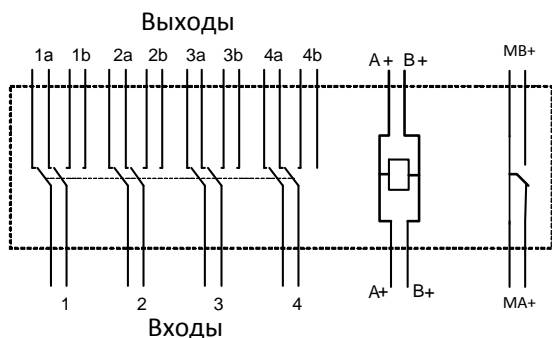
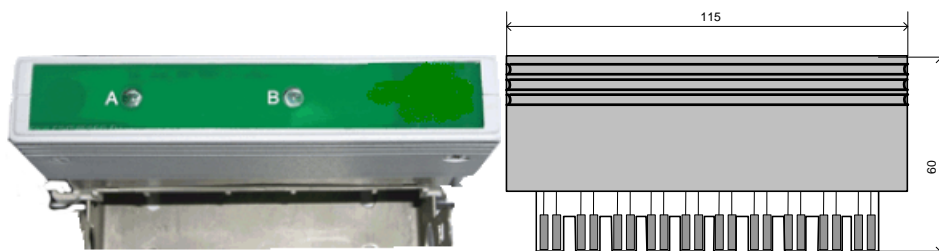

Рис. 2 Функциональная схема Commeng LSW-A4
Рис. 3 Внешний вид (переключатель установлен в плинт) и габаритные размеры переключателя.
2.1 Коммутатор реализован на кроссовых переключателях Commeng LSW-A4, устанавливаемых в планты с нормально-замкнутыми контактами. Функциональная схема переключателя показана на рис.2, внешний вид габаритные размеры на рис.3. В том случае, если интерфейс PRI подключается экранированным кабелем, для его коммутации следует использовать переключатель **Commeng LSW-A4s**, устанавливаемый в плант для экранированных цепей LSA-PROFIL 8x3 a,b,s.